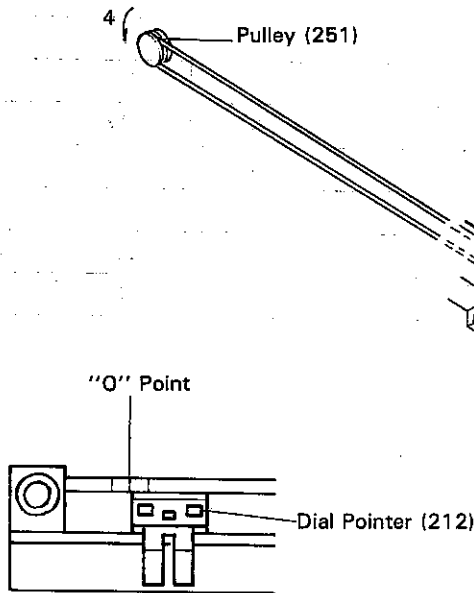
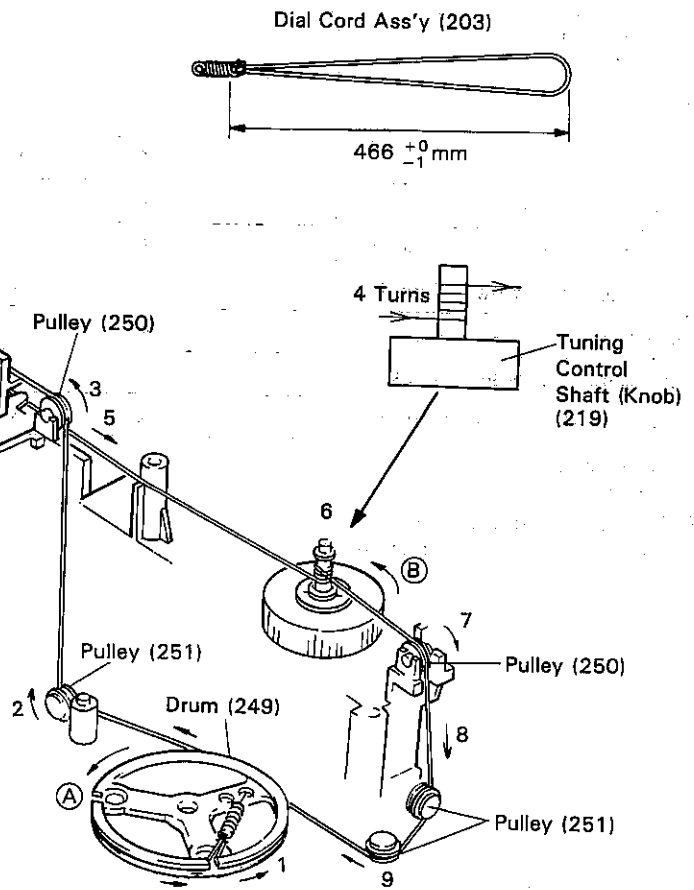

Figure 12-1
Figure 12-2
1. Turn the drum fully in the direction (A) shown in Fig. 12-2 and stretch its cord over the parts in the numerical order.
2. Then turn the tuning control shaft fully in the direction (B) shown in Fig. 12-2 and fix its pointer as shown in Fig. 12-1.
- Die Trommel gemäß Abb. 12-2 bis zum Anschlag in Richtung (A) drehen, dann die Schnur in der numerischen Reihenfolge über die einzelnen Teile spannen.
- Die Abstimmschraube gemäß Abb. 12-2 bis zum Anschlag in Richtung (B) drehen, dann den Zeiger gemäß Abb. 12-1 befestigen.
**F** (3) Lorsque deux cassettes sont mises dans TAPE 1 et TAPE 2.
- Tourner le tambour entièrement dans le sens (A) montré sur la Fig. 12-2 et passer le cordon sur les organes indiqués et dans l'ordre numérique.
- Tourner l'arbre de commande d'accord entièrement dans le sens (B) montré sur la Fig. 12-2 et fixer son index comme le montre la Fig. 12-1.